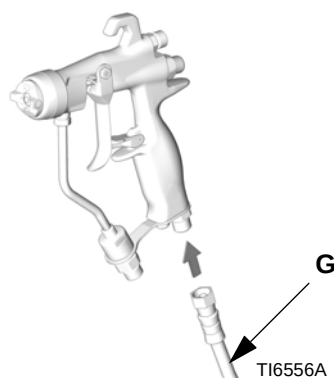

FIG. 2
5. Conecte la manguera de aire (G) a la entrada de aire de 1/4 npsm de la pistola. Vea FIG. 2.